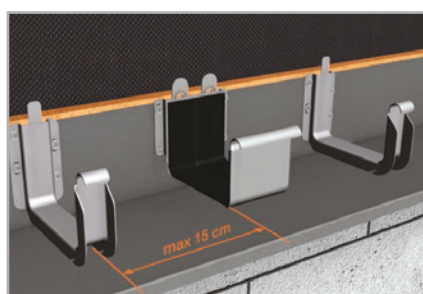

fig. 9
- 3.13 La scurgeri, elementele de dilatare sau colțari, cârligele trebuie montate din partea dreaptă și stângă a elementului la o distanță de maxim 15 cm. Vizual (**fig. 9**) se indică mai bine modul de montare față de elementul de dilatare.